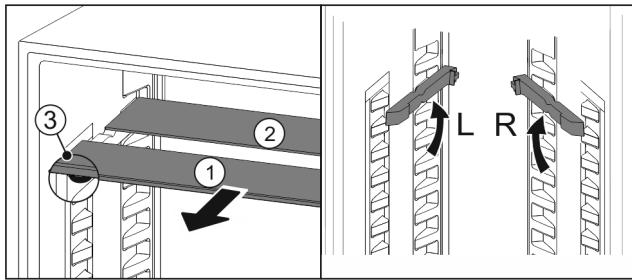

Fig. 78
- estrarre i ripiani di vetro singolarmente tirando in avanti Fig. 78 (1).
- ▷ Il piano in vetro Fig. 78 (1) con il motivo ornamentale è nella parte anteriore.
- ▷ I fermi Fig. 78 (3) sono rivolti verso il basso.